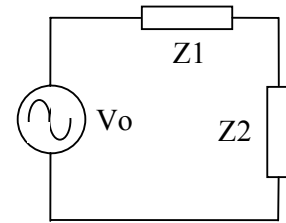

Figura 5
El circuito de la figura 5 consiste en dos impedancias  $Z1$  y  $Z2$ , las que pueden ser inductancias, capacitores o resistencias (elementos pasivos), conectadas en serie con una fuente de alimentación de corriente alterna (CA) de tensión  $V_0$ .